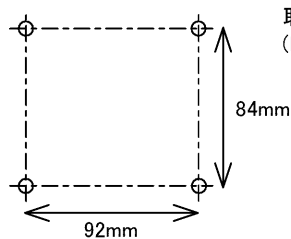
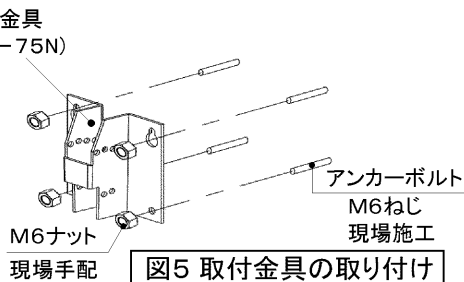
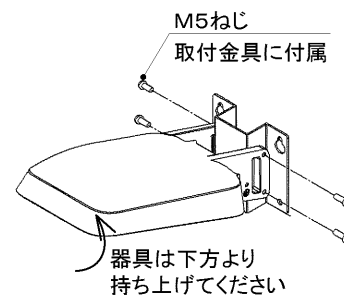

図4 取付寸法
図5 取付金具の取付け
図6 器具の取付け
●壁面に取り付ける場合 (図4) (図5) (図6)
1. 図4の取付寸法で壁面にアンカーボルトを施工してください。
2. 取付金具はアンカーボルトと取付ナットにて堅固に締め付けてください。(図5)
3. 金具の凸部に対し器具を下方から持ち上げ、取付金具の同梱ねじ4本にて、取付金具と器具を(図6)のように締め付けてください。